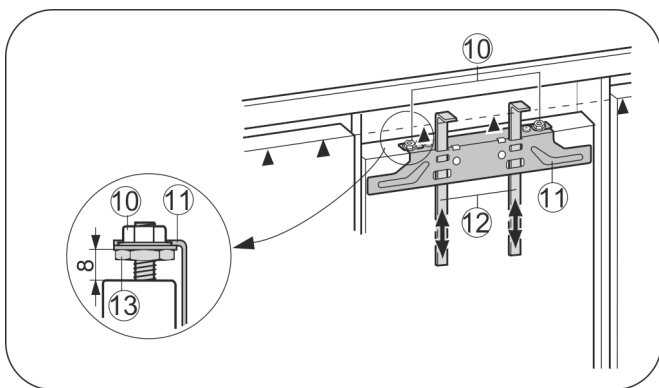

Fig. 20
- Pousser les gabarits de montage Fig. 20 (12) vers le haut à hauteur de porte du placard. Bord inférieur de butée ▲ du gabarit de montage = bord supérieur de la porte du placard à monter.
- Dévisser la traverse de fixation Fig. 20 (11) au moyen des contre-écrous Fig. 20 (10).